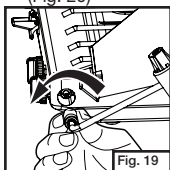

Fig. 19
- Quite el regulador de la estufa. (Fig. 19)